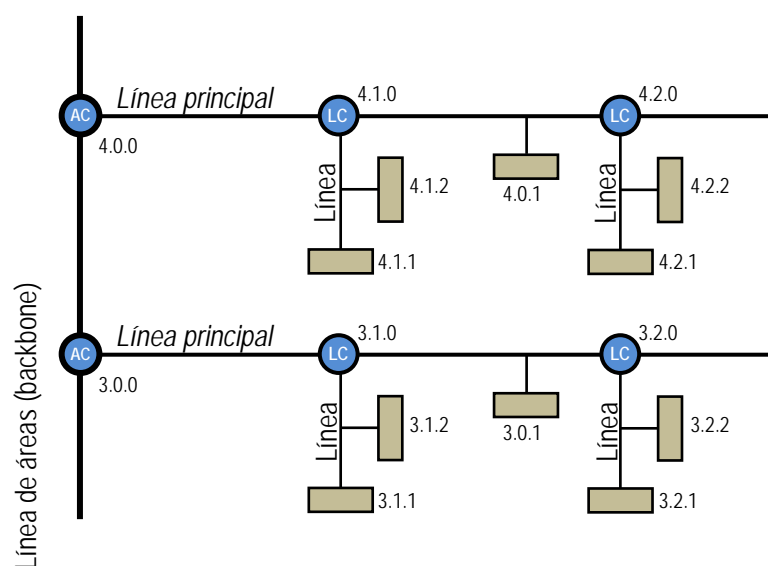

Figura 4 Acoplamiento de líneas
La Figura 4 representa un escenario típico. El Zennio KNX-IP Router / Interface PLess podría instalarse en todos los nodos marcados como “AC” (acoplador de áreas) o “LC” (acoplador de líneas):
**Ejemplo:** en el ejemplo de la Figura 4, cuando el acoplador con dirección 3.2.0 lea en la línea principal un telegrama destinado al dispositivo con dirección física 3.1.2, comparará ambas direcciones y determinará que 3.1.2 no pertenece a la línea secundaria, por lo que no transmitirá el telegrama.
- *El dispositivo que genera el telegrama debe tener asignada una dirección física que realmente corresponda a su línea. En la Figura 4, si el dispositivo con dirección física 3.1.1 (por ejemplo, un programador USB-KNX) pasa a tener la dirección 7.7.255, no será capaz de hacer llegar telegramas a, por ejemplo, el dispositivo con dirección 4.0.1.*
- *Dado que la programación de los dispositivos se efectúa mediante telegramas dirigidos a direcciones físicas, para poder efectuar descargas sobre un dispositivo de una línea (por ejemplo, el 4.1.1 de la Figura 4) desde un programador instalado fuera de esa línea, es necesario que el acoplador permita pasar todas las direcciones físicas desde la línea principal.*